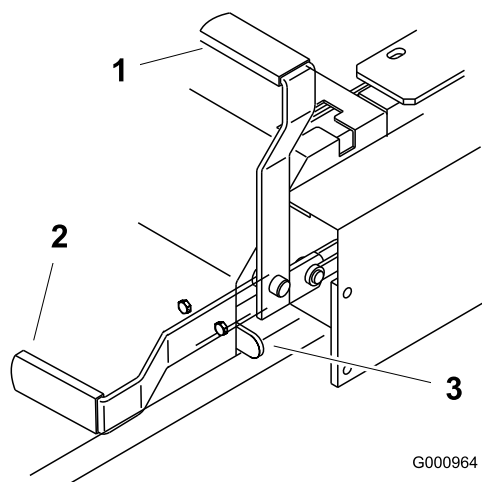

Figure 10
2. Tirez le frein de stationnement vers le haut et l'arrière pour le serrer (Figure 10). Une fois serré, le frein de stationnement ne doit plus bouger.
Poussez le levier du frein de stationnement vers l'avant et vers le bas pour le desserrer (Figure 10). Le frein de stationnement est desserré et le levier est en appui contre la butée du frein.